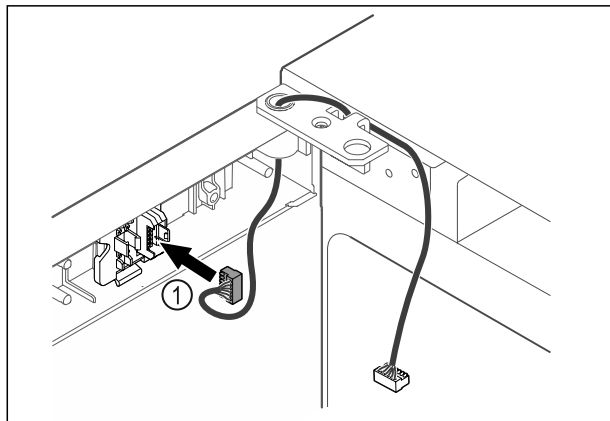

Fig. 43
- Inserire il connettore Fig. 43 (1) nel porta-connettore.